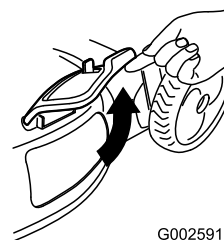

Figura 21
2. Levante la puerta de descarga lateral (Figura 21).